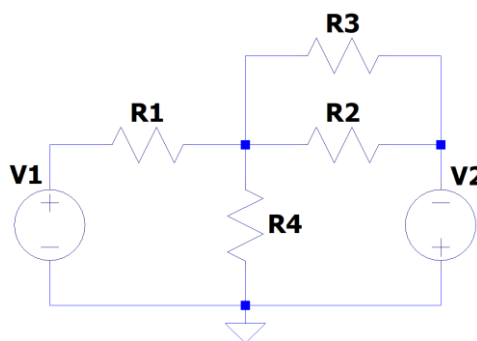
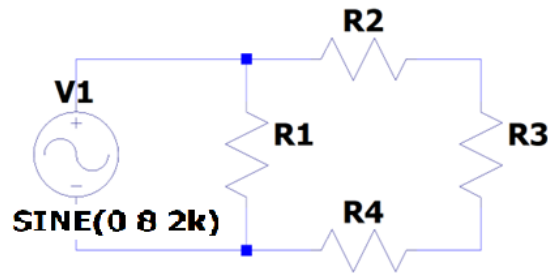

Figura 1. Circuito del ejercicio 1
Figura 2. Circuito del Ejercicio 2
5.5 Ejercicio 1: realizar el cálculo teórico de voltajes y corrientes DC del circuito de la Figura 1 de acuerdo con los valores indicados en la Tabla 1.
- 5.6 Ejercicio 2: determinar los voltajes alternos en las resistencias del circuito de la Figura 2 y graficarlos en papel milimetrado de acuerdo con los valores indicados en la Tabla 2.
- 6.3 Modelación en LTspice del circuito de la Figura 1: realizar la simulación en DC (.op), tabular los datos obtenidos de voltaje y corriente de las resistencias y comparar con los valores teóricos.
- 6.4 Modelación en LTspice del circuito de la Figura 2: realizar la simulación en el dominio del tiempo (*simulation transient analysis*), colocar un tiempo adecuado para observar las formas de onda de forma clara y verificar la señal de voltaje de cada resistencia.
- 6.5 Uso de elementos variables: modificar la simulación en LTspice del circuito de la Figura 1 usando un comando Step con el cual R4 tome los valores de 1,2 k Ω , 1,4 k Ω , 1,6 k Ω y 1,8 k Ω , y verificar el comportamiento del voltaje de las demás resistencias.
- 7.2 Realizar un cuadro comparativo de los valores teóricos y simulados del circuito de la Figura 1 y del circuito de la Figura 2. Obtener los porcentajes de error.
- 7.3 Realizar el cálculo teórico de voltajes y corrientes de las resistencias del circuito de la Figura 1 con cada uno de los valores de R4 indicados en el numeral 6.5. Compare los resultados obtenidos en la simulación del numeral 6.5 con los valores teóricos calculados.